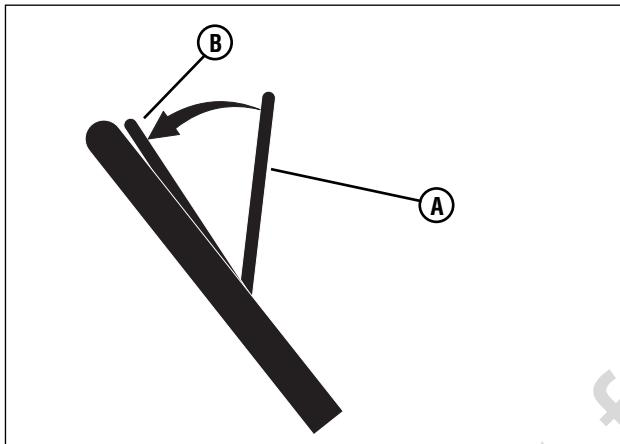

Figura 11: Operación de la palanca de parada del motor
Libere la palanca de parada del motor (**A**, **Figura 11**) y el motor y la cuchilla se detendrán automáticamente. Para mantener en funcionamiento el motor, sostenga la palanca de parada del motor en la posición de operación (**B**).
1. Sostenga la palanca de parada del motor (**A**, **Figura 11**) en la posición de operación (**B**).